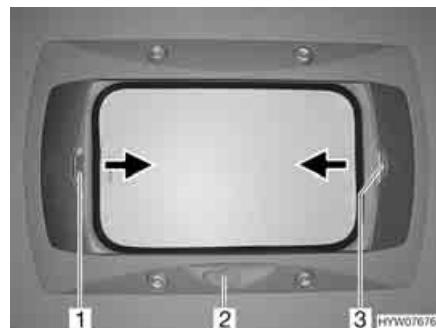

Fig. 69 Oblò a manovella
**Apertura:** ■ Ruotare la manovella (Fig. 69,2) fino a quando non si incontra resistenza (angolo di apertura max. 70°).
**Chiusura:** ■ Tirare la tendina oscurante pieghevole per la maniglia (Fig. 69,3) nella direzione della freccia fino alla posizione desiderata e rilasciare. La tendina oscurante pieghevole rimane in questa posizione.
**Chiusura:** ■ Tirare la zanzariera a rullo per la maniglia (Fig. 69,1) nella direzione della freccia verso la maniglia contrapposta della tendina oscurante pieghevole (Fig. 69,3) e farla innestare.
**Apertura:** ■ Tirare la maniglia della zanzariera a rullo (Fig. 69,1) dietro, verso l'alto, e sganciare la zanzariera a rullo dalla tendina oscurante pieghevole (Fig. 69,3).